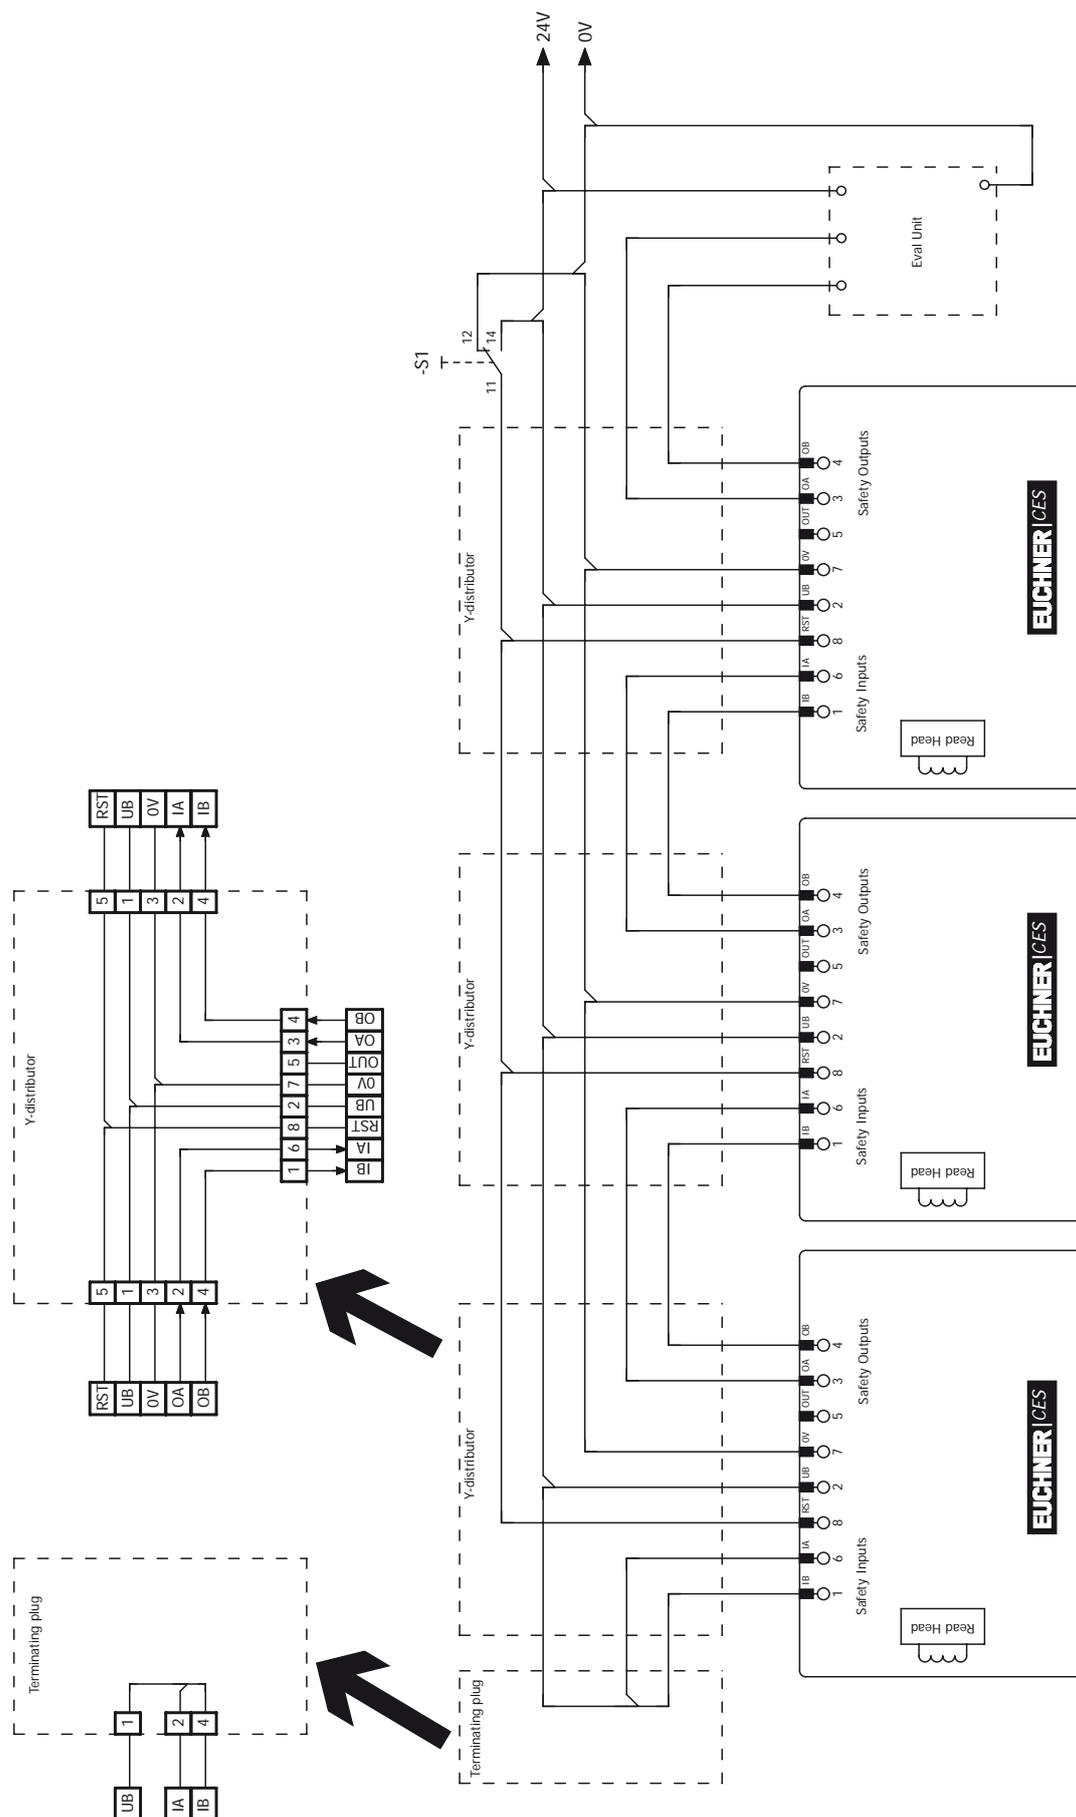

Рис. 4. Пример последовательного подключения с возможностью сброса параметров и переключателем
- ▶ Следует использовать общий сигнал для всех выключателей в одной цепи. Для этого может использоваться переключатель, однако также возможно использование выхода ПЛК. Кнопочный выключатель не подходит, так как во время работы выход RST должен быть всегда соединен с землей (см. выключатель S1 на *Рис. 4 на странице 18*).
Чтобы обеспечить такую возможность, вход RST должен быть подключен так, как показано на *Рис. 4 на странице 18*.